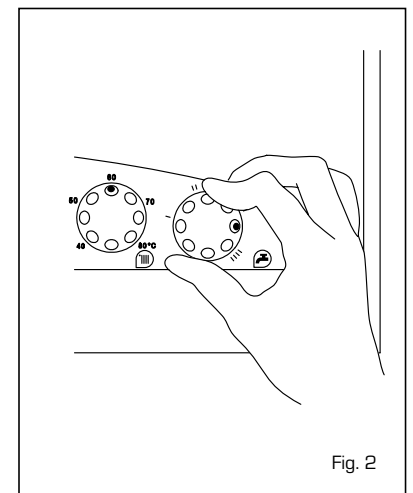

Fig. 2
- La regulación de la temperatura del agua sanitaria se obtiene con la manopla del potencímetro sanitario ☹ con un campo de regulación de 40 a 60°C (fig. 2).
- La regulación de la temperatura de calefacción se obtiene con la manopla del potencímetro de calefacción ☹ con un campo de regulación de 40 a 80°C. Para garantizar un funcionamiento siempre óptimo del generador, aconsejamos no bajar por debajo de una temperatura mínima de trabajo de 50°C (fig. 2).